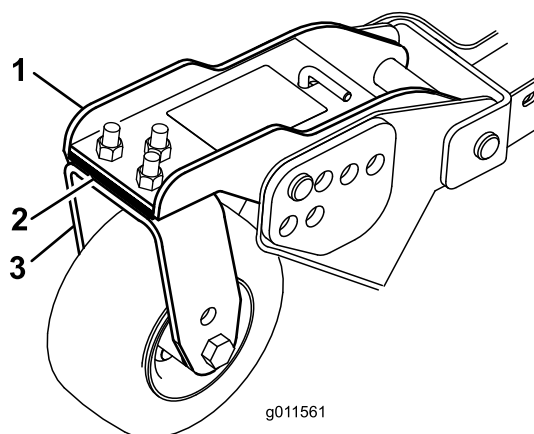

Figura 27
5. Se a extremidade interior da plataforma do cortador lateral estiver demasiado levantada em relação à ponta exterior da plataforma do cortador dianteira, retire os calços de 3 mm do fundo do braço da roda giratória dianteira interior na plataforma do cortador lateral (Figura 27).